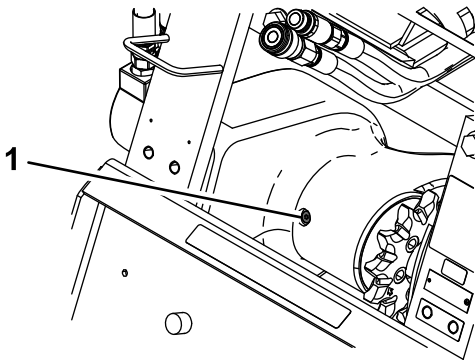

Figure 14
4. Nettoyez la surface autour du bouchon de remplissage du boîtier de roulement (Figure 14).
5. Retirez le bouchon de l'orifice de remplissage (Figure 14).
3. Nettoyez la surface autour du bouchon de remplissage du boîtier de roulement (Figure 14).
4. Retirez le bouchon de l'orifice de remplissage (Figure 14).